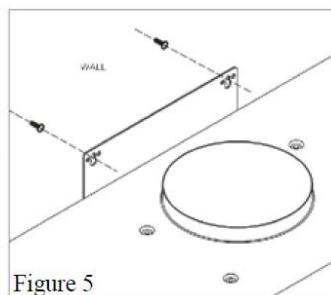

Figure 5
4. Plaats de montagebeugel van de kap op de schroeven op de muur en haak de kap op zijn plaats zoals weergegeven in Afbeelding 5. Draai de schroeven vast om de kap aan de muur te bevestigen.